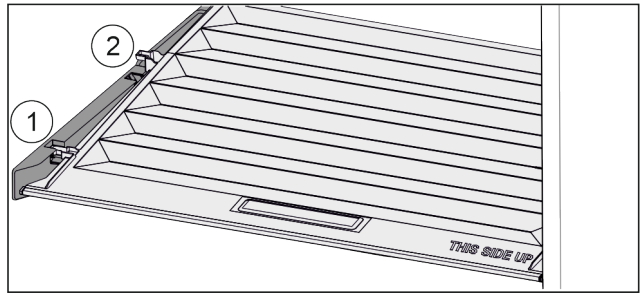

Fig. 135
- ▶ Deckel bis zur Öffnung in den Halteteilen nach vorne ziehen Fig. 135 (1).
- ▶ Hinten von unten anheben und nach oben wegnehmen Fig. 135 (2).